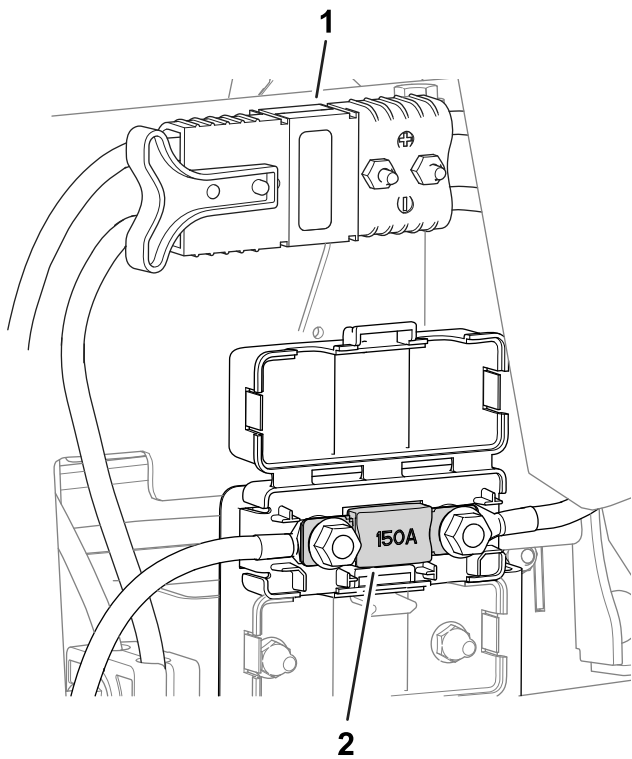

Figure 55
- Le fusible du système électrique se trouve sous les connecteurs principaux (Figure 55).